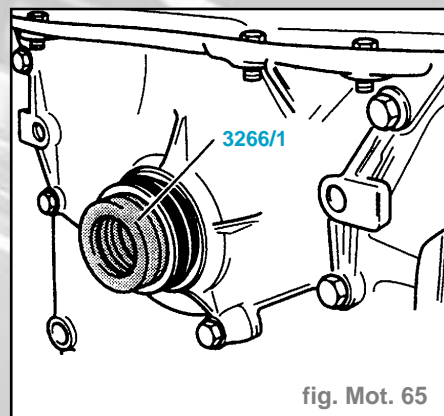

fig. Mot. 65
- Mettre en place la douille de guidage de **3266/1** sur le tourillon (fig. Mot. 65).